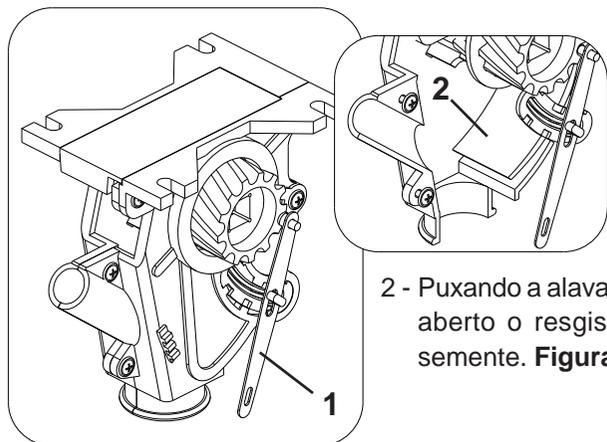

FIGURA 23
2 - Puxando a alavanca (1) para baixo será aberto o registro (2) para saída da semente. **Figura 23.**